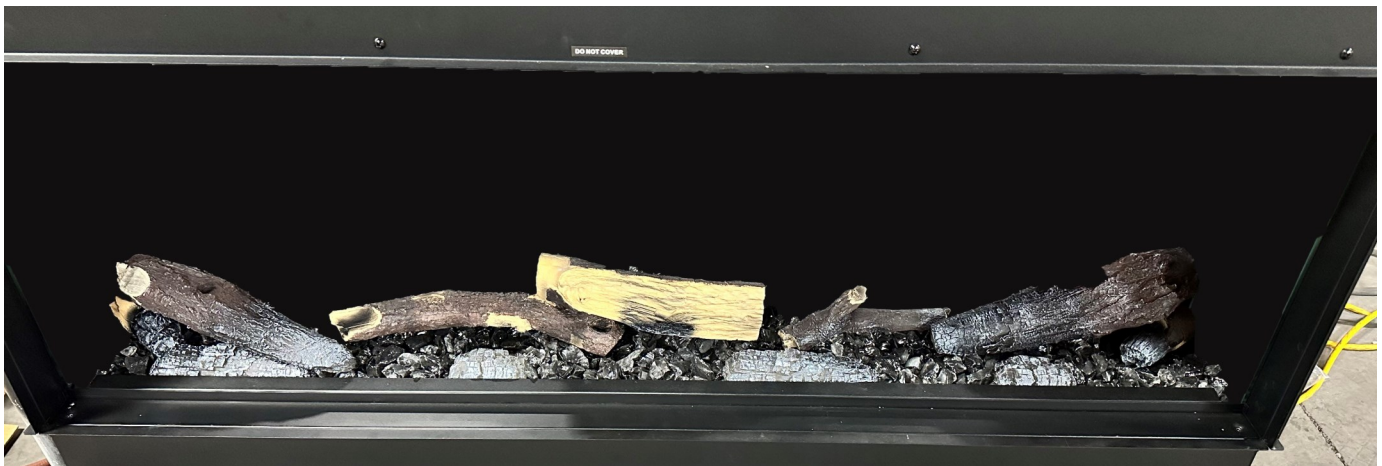

Figure 4.5 - Jeu de bûches complètement installé
- La Figure 4.5 montre les autres bûches installées.